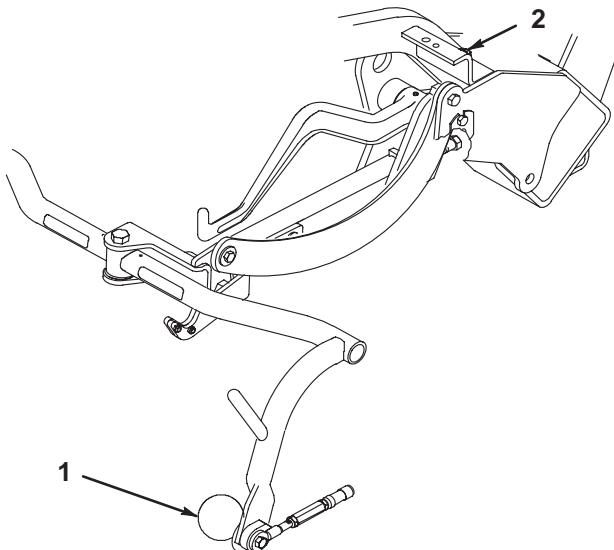

図9
3. 調整方法：キャリア・フレームのストップ・ネジ（図9）のジャムナットをゆるめ、ネジを上下させてキャリア・フレームの高さを変える。調整ができたらジャムナットを締める。